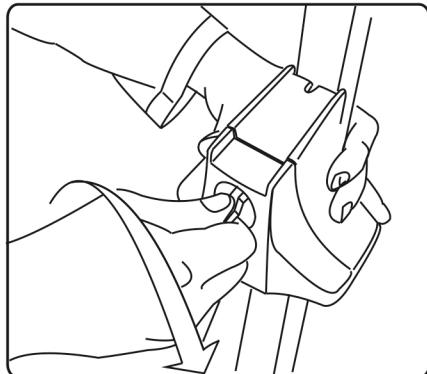

рис. 12
1. Если вы приобрели багажник в сборе, извлеките багажник из коробки, возьмите ключ из комплекта. Поворотом ключа на угол  $\approx 90^\circ$  по часовой стрелке откройте замок (рис. 12).